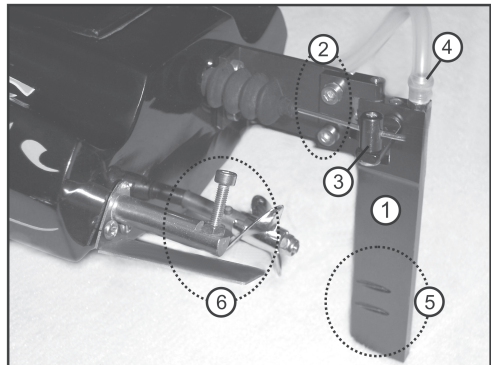

Bild 3
In Bild 3 sehen Sie das Ruder (1), die Befestigungsschrauben des Ruders (2), den Gestängeanschluss für das Lenkgestänge (3), den Anschluss der Wasserkühlung (4) sowie die Eintrittsöffnungen der Wasserkühlung (5).
Prüfen Sie vor jeder Ausfahrt die Anlenkung auf festen Sitz und auf Beschädigungen. Eine beschädigte bzw. lockere Anlenkung/Befestigung (z.B. lockere Schrauben, siehe Bild 3, Pos. 2 und 3) müssen vor der Ausfahrt instand gesetzt werden. Bei Missachtung kann es vor kommen, dass sich die Anlenkgestänge und/oder die Rudersanlage im Betrieb ungewollt lösen. Hierbei besteht die Gefahr weiterer Schäden an Ihrem Modell (z.B. läuft das Lenkservo auf Block). Zudem lässt sich Ihr Modell nicht mehr steuern.
An Ihrem Modell sind am Heck links und rechts zwei Trimmklappen montiert (Bild 3, Pos. 6). Diese Trimmklappen dienen dazu, das Gleiten des Modells zu optimieren. Durch Verdrehen der Einstellschrauben können Sie die Trimmklappen in geringem Maße verstellen. Nach der Justage der Schrauben müssen diese mit den Muttern gekontert und somit vor dem selbstständigen Lösen geschützt werden.
Alternativ bzw. wenn der Trimmweg des Senders nicht mehr ausreicht, müssen Sie bei neutralem Steuerrad und neutraler Trimmung durch Lösen der Schrauben am Lenkgestänge (Bild 3) die Anlenkung neu justieren.
Prüfen Sie vor jeder Ausfahrt die Funktion der Wasserkühlung. Hierzu kann z.B. mit einem kleinen Schlauch auf dem Einlass der Wasserkühlung (siehe Bild 3, Pos. 4) Luft geblasen werden. Die Luft (bzw. das Wasser im Fahrbetrieb) muss aus dem seitlich am Bootsrumpf montierten Auslass wieder herauskommen.
Beachten Sie hierbei auch auf die Schlitze des Ruders (Bild 3, Pos. 5). Diese Schlitze sind der Wassereinlass der Wasserkühlung. Für eine funktionierende Wasserkühlung müssen diese immer frei von Schmutz sein. Der Fahrtregler könnte sonst überhitzen und Schaden nehmen. Verlust von Gewährleistung/Garantie!